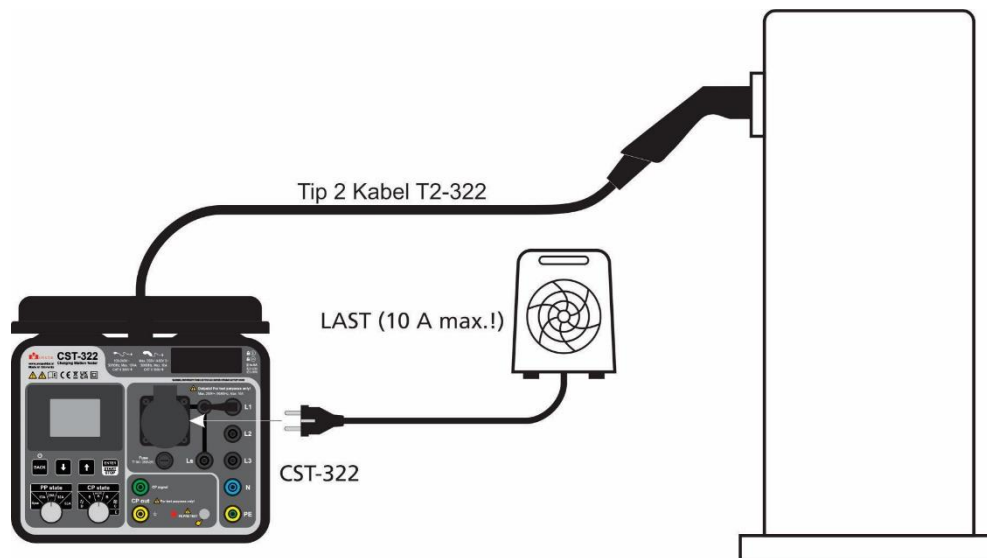

Abbildung 11: Anschluss der einphasigen Last an den CST-322 Tester
- Stellen Sie den CP-Schalter wieder in die AUTO (A)-Position, die Station schaltet die Netzspannung aus.
- Schließen Sie eine externe einphasige Last (Heizkörper, Reflektor oder ähnliches) an die Schuko-Steckdose an und wählen Sie die gewünschte Phase aus, die durch den entsprechenden Anschluss des Phasenauswahlsteckers (siehe Abbildung 2, Position 5) gemäß Abbildung 11 belastet werden soll.